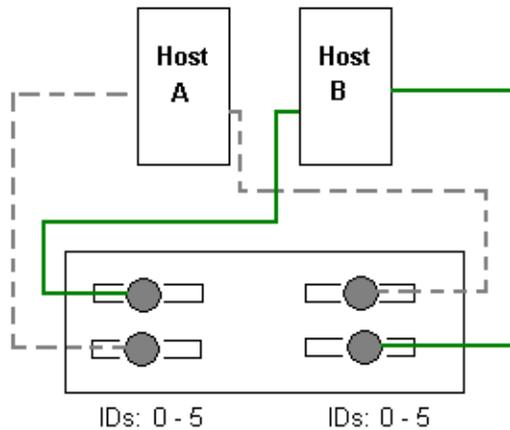

FIGURE 7-4 Configuration JBOD à deux hôtes et deux bus avec multi-déclencheur.
La figure FIGURE 7-4 illustre une configuration à deux bus avec multi-déclencheur où chaque hôte est connecté à chaque canal hôte. Ce type de configuration est fréquent pour la protection à bascule d'un réseau à environnement cluster.
2. Connectez chaque port JBOD avec un hôte comme indiqué à la figure FIGURE 7-4.